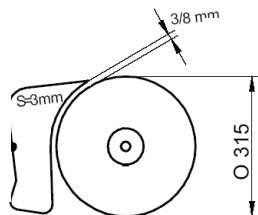

FIG.10-A
- la distance entre le cône et la lame est comprise entre 3 et 8 mm (fig. 10-A).